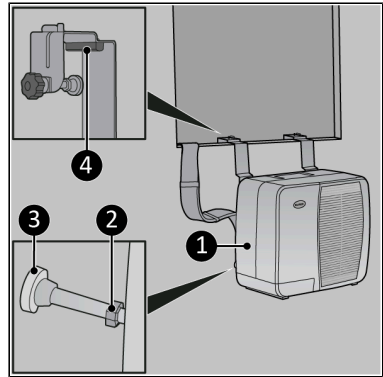

Figure 136.
4. Bruk om nødvendig den avtakbare blokken (Figure 136, pos. 4) på tynnere vegger eller vinduskarmer.
5. Kontroller at utendørsenheten (Figure 136, pos. 1) henger i vater ved å stramme mutteren (Figure 136, pos. 2) på justeringsboltens avstandsstykke. Kontroller at trykkskiven (Figure 136, pos. 3) er plassert vertikalt.